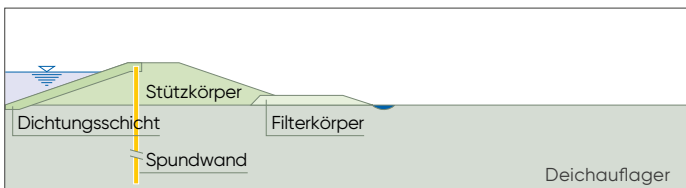

Abb. 1: Dichtwand
- In Deichen kann die Spundwand als **Dichtwand** eingesetzt werden. Häufig kann die notwendige Dichtheit der Wand durch die natürliche Bodenablagerung in den Schlossfugen gewährleistet werden. Durch leistungsfähige Schlossdichtungssysteme kann der Durchfluss durch die Wand reduziert werden. Eine Dichtwand aus Spundbohlen wirkt sich nicht nur durchflussvermindernd aus, sondern verbessert auch die Gesamtstabilität des Deiches: Sie stabilisiert gleichermaßen die wasserseitige Böschung und die Deichkrone, da die Spundwand die diesbezüglichen Gleitkreise durchquert. Die landseitige Böschung wird durch das Absenken der Sickerlinie stabilisiert. Beim Einsatz einer Stahlpundwand ist die Sickerströmung regelbar. Mit Schlossdichtungen kann sie kontrolliert herabgesetzt werden, durch eingebrannte Schlitze (siehe EAU 2012, E 51 [1]) kann ein natürlicher Durchfluss geschaffen und der Deich vor Austrocknung geschützt werden. Da die Stahlpundwand zudem undurchdringbar für Wühltiere und Baumwurzeln ist, verhindert sie die Gefahr einer durch präferenzielle Sickerwege verursachten, rückschreitenden Erosion. (Abb. 1)